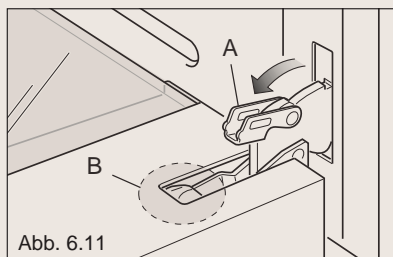
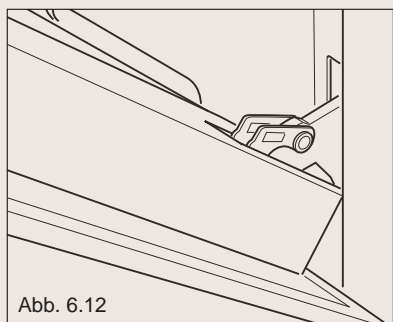

Abb. 6.11
Abb. 6.12
- * Den Hebel "A" des rechten und des linken Scharniers vollkommen öffnen (Abb. 6.11).
- * Die Tür langsam schließen (Abb. 6.12) bis die Hebel "A" des rechten und des linken Scharniers aus dem Teil "B" der Tür ausrasten (Abb. 6.11).